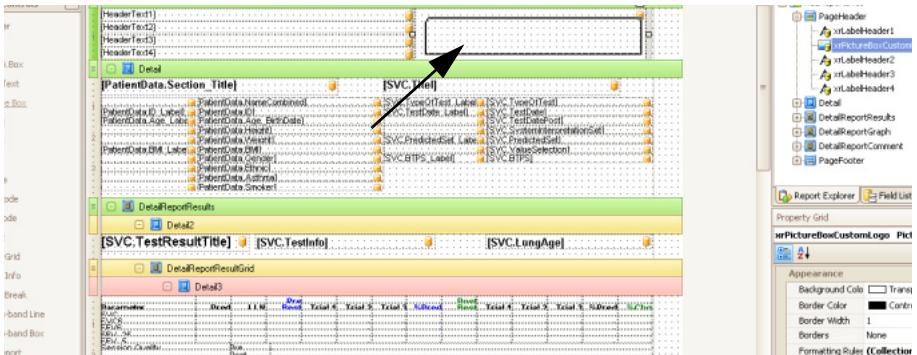

Abb. 12-5 Positionieren des Bilderrahmens
- Fügen Sie den Bilderrahmen an der gewünschten Position ein (Abb. 12-5).